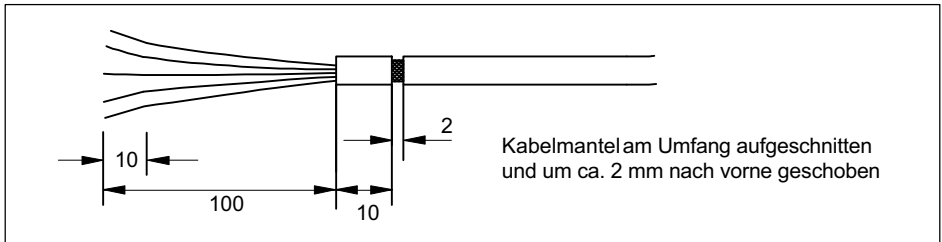

Abb. 8.1 Eingeschnittener Kabelmantel
3. Der Schirm ist zugänglich über einen eingeschnittenen Kabelmantel (*siehe Abb. 8.1*).